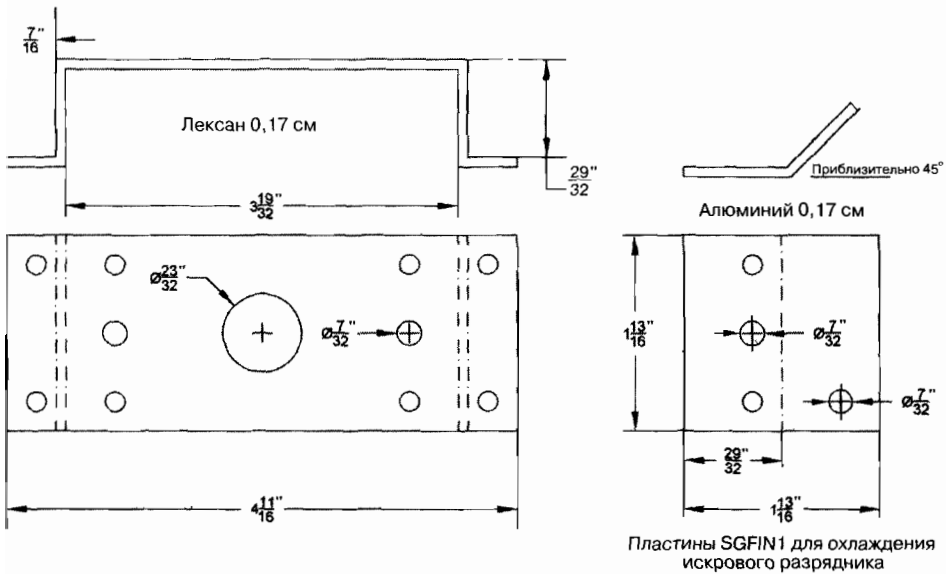

**Рис. 14.4.** Вторичная обмотка катушки Тесла
1. Соберите субсборку второй катушки LS1, как показано на рис. 14.4. Собранная катушка будет иметь резонансную частоту 500–600 кГц без подключения выходного терминала – искрового разрядника. При добавлении терминала частота значительно уменьшается, в большей или меньшей степени изменяясь в зависимости от его формы.
Провода, идущие к вторичной катушке, не должны образовывать ни одного витка внутри каркаса катушки, иначе могут повлечь за собой пробой и невосстановимое повреждение (см. рис. 14.3). Вид деревянного блока для фиксации проводов показан на рис. 14.4.